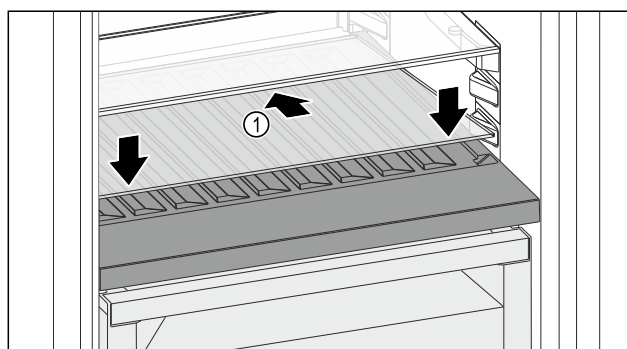

Fig. 118
- Skleněnou desku Fig. 118 (1) zasuněte šikmo a skloněnou dozadu dolů.
- Skleněnou desku Fig. 118 (1) vpředu spusťte dolů.